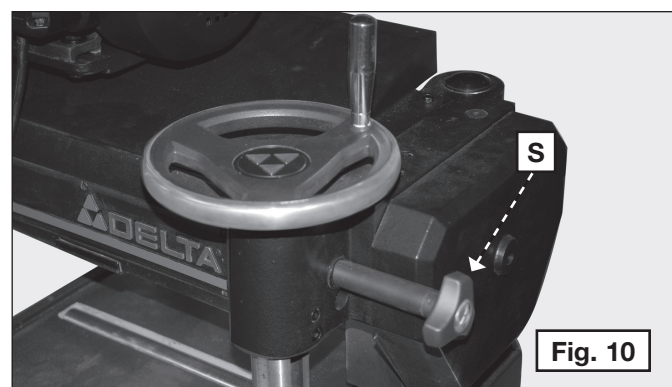

Fig. 10
**NOTA:** Asegúrese de que dos de las perillas de bloqueo del cabezal (se muestra una en [S] Fig. 10) estén flojas antes de elevar el conjunto del cabezal.